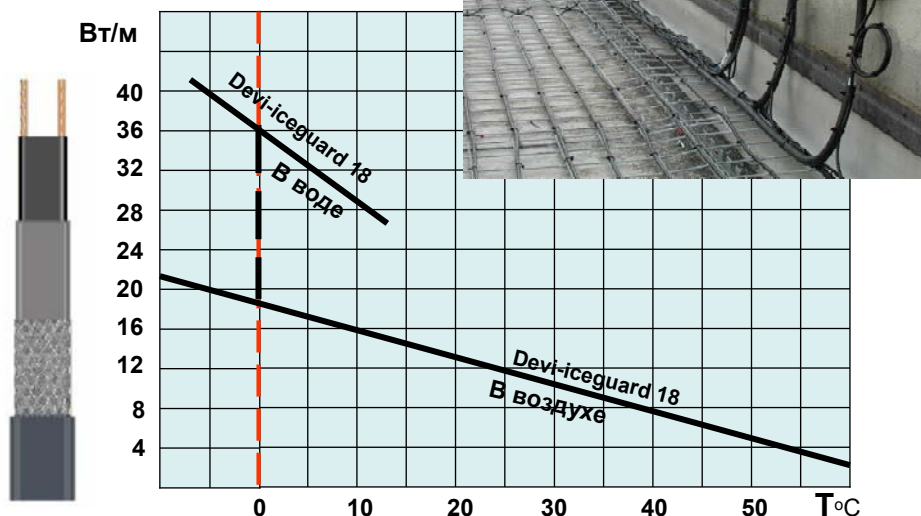

Рис.5. Теплоотдача нагревательного кабеля **Devi-Iceguard™** в воздухе и в воде.
2. Выбрать способ расположения нагревательного кабеля: внутри трубы или снаружи. При этом выбираются кабели типов **Devi-Pipeguard™**, **Devi-Pipeheat™**, **Devi-Hotwatt™**. При выборе нагревательных кабелей необходимо учитывать, что в воде (внутри трубы) мощность теплоотдачи саморегулирующихся кабелей возрастает примерно в 2 раза по сравнению с «сухим» кабелем (см. рис.5).
При решении противообледенительных задач на крыше преимущество саморегулирующихся кабелей по сравнению с резистивными заключается в зависимости их теплоотдачи от температуры и состояния внешней среды. При повышении температуры тепловыделение саморегулирующихся кабелей снижается. Кроме того, в мокром состоянии теплоотдача саморегулирующихся кабелей возрастает приблизительно в 2 раза по сравнению с сухими кабелями при той же внешней температуре (см. рис.5 и 7). Всё это приводит к более экономичной эксплуатации антиобледенительных систем, учитывая, что отдельные участки нагревательного кабеля могут находиться в талой воде, в то время как другие будут сухие.